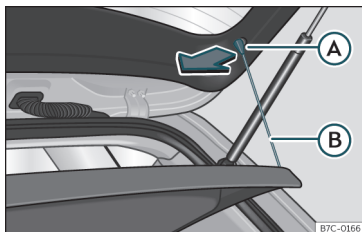

Fig. 114 En el maletero: desmontar y montar la bandeja.
- Desenganche los tirantes de sujeción >>> **fig. 114 B** de los alojamientos **A**.
- Enganche los tirantes de sujeción >>> **fig. 114 B** en el portón trasero.